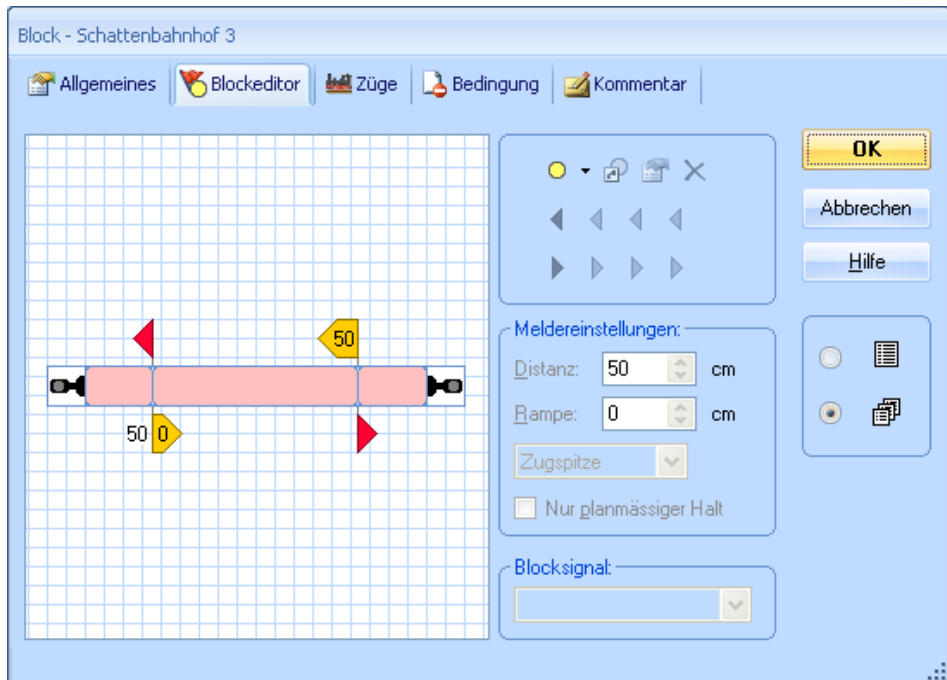

Abbildung 102: Der Blockeditor
Um einen Block einzurichten, werden alle Melder, die in diesem Block liegen, dem Block zugewiesen. Dies wird mit Hilfe des Blockeditors durchgeführt, der in Abbildung 102 zu sehen ist. Wenn mindestens einer dieser Melder eingeschaltet ist, wird der Block als *besetzt* betrachtet. Die Lage der Melder in einem Block kann außerdem zusätzliche Informationen liefern, wo innerhalb eines Blockes sich gerade ein Zug befindet.
- Obwohl es nach wie vor möglich ist, Melder aus anderen Fenstern (z.B. Stellwerken) einen Block zuzuordnen, wird diese Funktion in erster Linie nur aus Kompatibilitätsgründen oder für ganz spezielle Zwecke angeboten. Wenn möglich sollten Sie alle Melder in einem Block mit dem in Abbildung 102 dargestellten Blockeditor erzeugen.
Abbildung 102 zeigt dieselbe Situation wie Abbildung 103 als Konfiguration im Blockeditor.